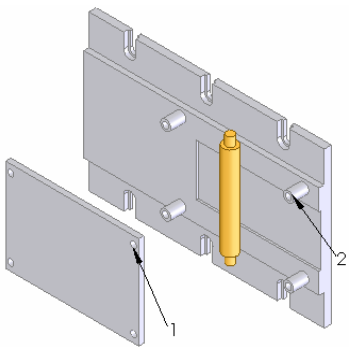
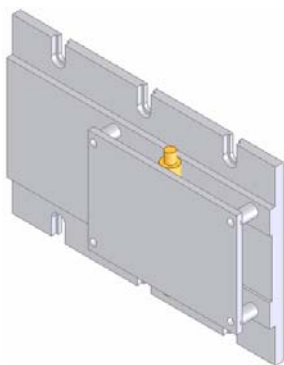

图 12-52 插入底座挡板后的图形
图 12-53 配合后的图形
⑦ 插入底座挡板。选择菜单栏中的“插入”→“零部件”→“现有零件/装配体”命令,插入底座挡板。具体步骤可以参考上面的介绍,将底座挡板插入到图中合适的位置,结果如图 12-52 所示。
⑧ 添加配合关系。选择菜单栏中的“插入”→“配合”命令,或者单击“装配体”工具栏中的“配合”图标,此时系统弹出“配合”对话框。用鼠标选择图 12-52 中底座挡板的下底面和小圆轴的表面,单击对话框中的“相切”图标,并调整对齐的方向,在视图中观测配合的效果,然后单击对话框中的“确定”图标;选择图中的孔 1 和孔 2,单击对话框中的“同轴心”图标,将其添加为“同轴心”配合关系,结果如图 12-53 所示。